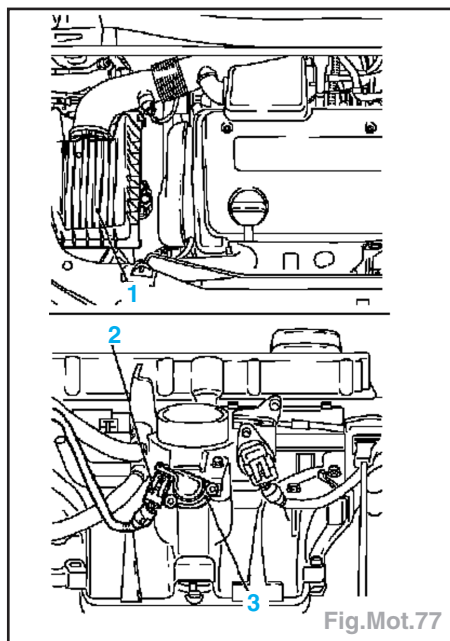

Fig.Mot.77
- Retirer la fiche de faisceau (2) du moteur pas à pas de ralenti (3) (Fig.Mot.77).